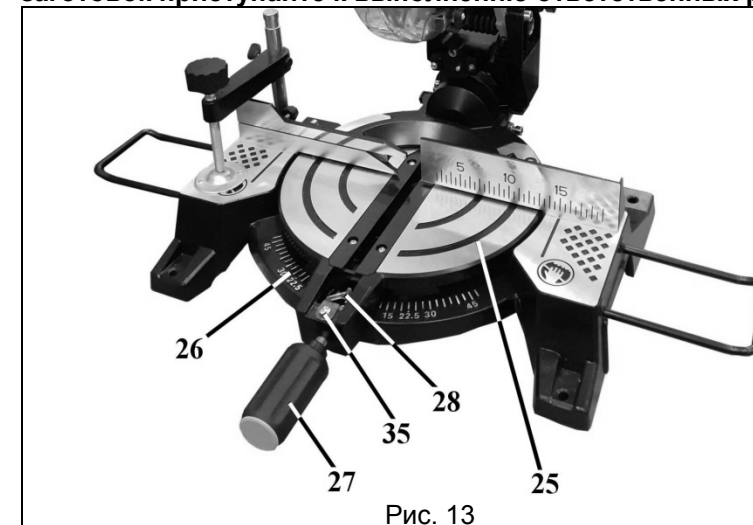

Рис. 13
11.1. Установка косого угла (Рис. 13)